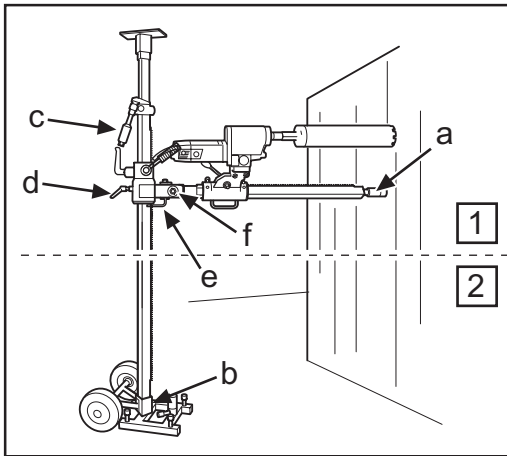

Fig.3
8. Kontrollera borkronans läge. Skruva in stämpelskruven mot väggen för att fixera borrarparen. Säkra med låsmutter 30 mm (a) (Fig. 3), använd en träregel som mellanlägg.
8. Kontrollér borekronens placering. Skru stempelskruen ind mod væggen for at fiksere boresøjlen. Det sikres med en 30-mm-låsemøtrik (a) (Fig. 3); brug et stykke træ som mellemlæg.
8. Kontroller borkronens stilling. Skru inn søyleskruen mot veggen for å fiksere borsøylen. Sikre med låsemutter 30 mm (a) (Fig. 3), bruk en treplanke som mellomlegg.